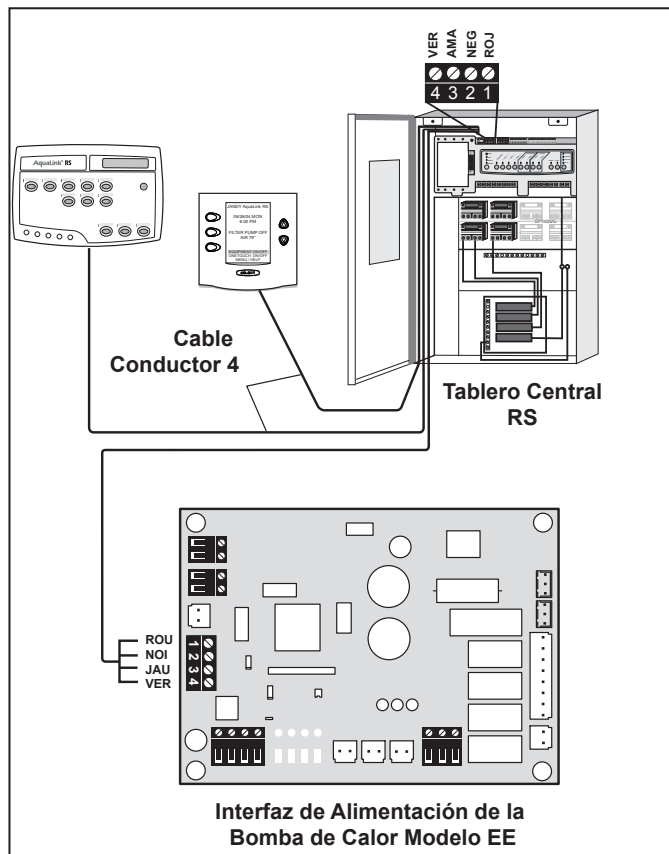

Figura 14. Conexión de la Bomba de Calor EE-Ti al Centro de Alimentación
1. Asegúrese que las revisiones del software de la bomba de calor EE-Ti y el AquaLink RS sean compatibles (véase Figura 14)